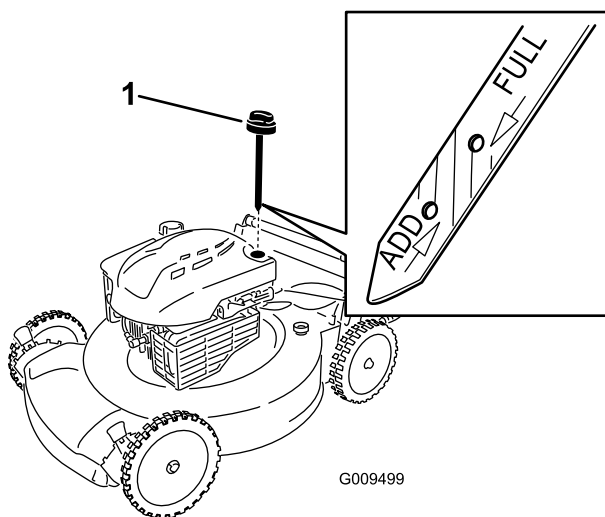

Рисунок 24
2. Извлеките масломерный шуп (Рисунок 24).
4. **Медленно** заливайте масло в маслозаливной патрубок до соответствующей отметки **Full (Полный)** на масломерном щупе (Рисунок 24). **Не допускайте переполнения.**